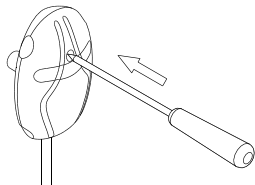

Figure 8. Comment réinitialiser la sécurité-surchauffe
- Le capteur de température est équipé d'une sécurité-surchauffe qui assure la sécurité du poêle et du sauna. Si la température de l'environnement du capteur augmente trop, la sécurité-surchauffe coupe l'alimentation du poêle. La réinitialisation de la sécurité-surchauffe est présentée à la > Figure 8. Comment réinitialiser la sécurité-surchauffe